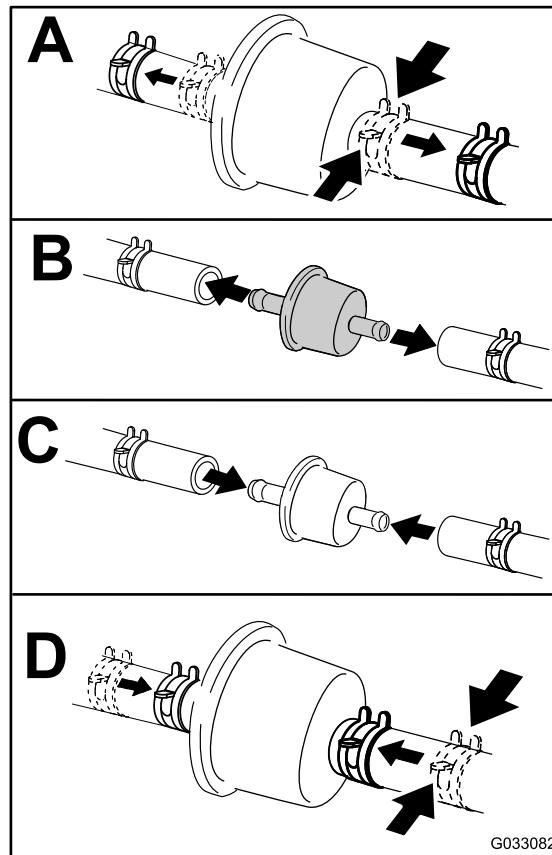

Bild 50
4. Tauschen Sie den Kraftstofffilter aus (Bild 50).